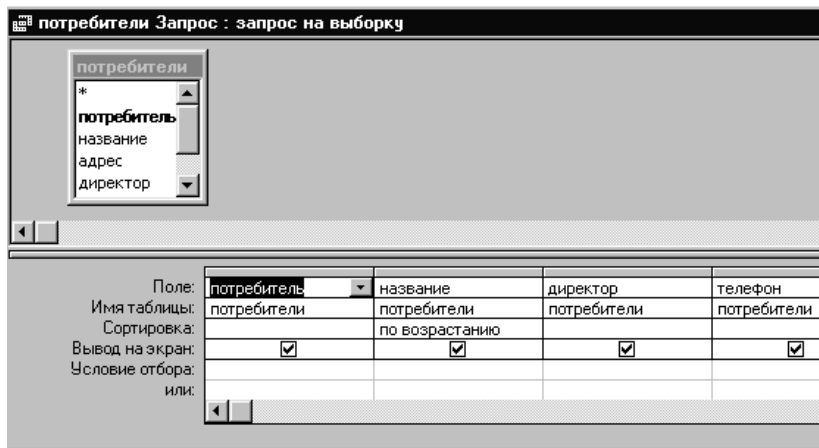

Рис. 42. Запрос в режиме конструктора
4.2. Запрос «потребители_Запрос». Перейдем в раздел «Запросы» окна базы данных и, нажав «Создать», в режиме диалога создадим запрос, которому дадим имя «потребители_Запрос». В режиме конструктора (рис. 42) упорядочим данные по возрастанию (в алфавитном порядке) названий потребителей.